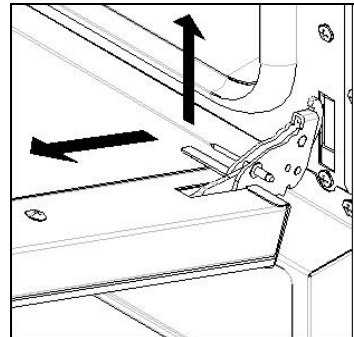

Abb. 7
- die Tür etwas heben und herausziehen (Abb. 7);